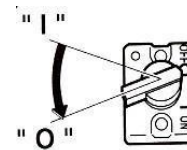

Fig.14
- Colocar o interruptor em “OFF”; (Fig.14)